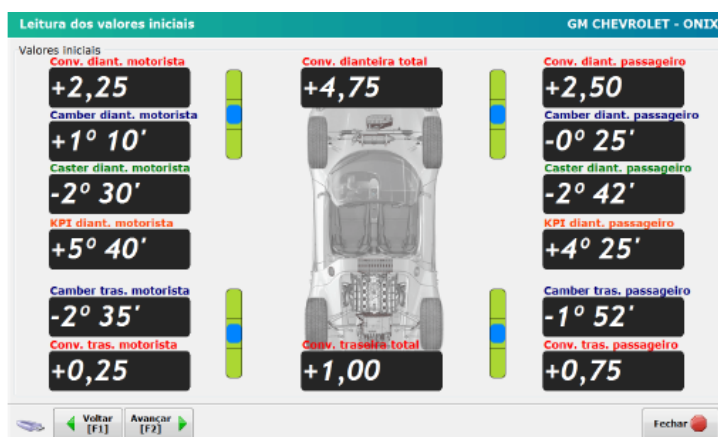

Figura 5 - Leitura inicial
Observe que os valores do CASTER e KPI estão salvos na tela do display do equipamento e também no Softeck FC, como na figura 5. Pressione a tecla de FUNÇÕES no painel ou no braço do equipamento para acender todos os lasers. Retire o depressor do freio e instale nas rodas traseiras as escalas de acerto de volante, encoste corretamente nos pneus. Nas escalas temos as informações sobre o lado correto de uso.
- Pressione durante (3) três segundos a tecla CAMBER no painel do equipamento nos (2) dois lados, motorista e passageiro.
- Após 3 segundos o equipamento agora passa a ser cabeça traseira e as informações de leitura dos sensores serão transmitidas para o Softeck FC nos campos traseiros ainda na tela de leitura inicial, como na **figura 4** e **figura 5**.
7. Repita estes passos na roda do outro lado. Observe que os valores do CASTER e KPI estão salvos na tela do display do equipamento e também no Softeck FC, como na **figura 5**.